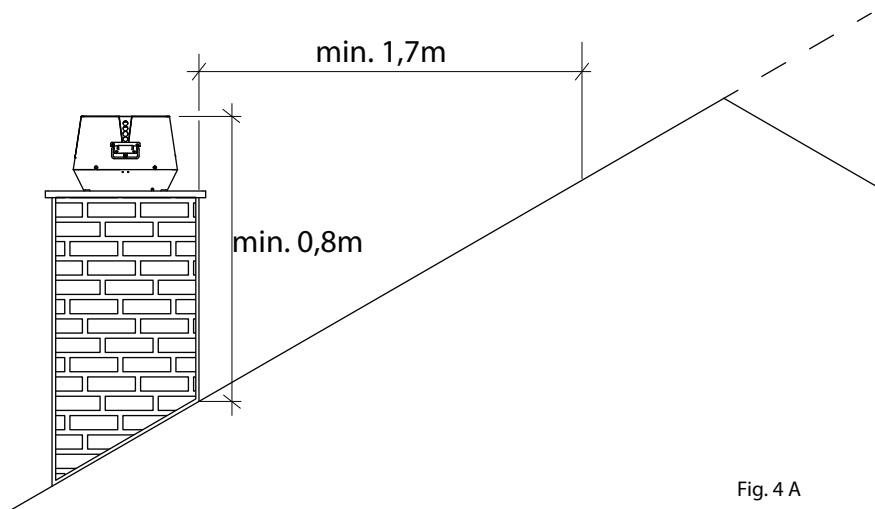

Fig. 4 A
- Minimumsavstånd till icke brännbart material Fig. 4 A, eller nationell laggivning.